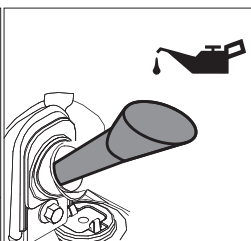

Fig. 20
6. Utilize o funil que acompanha para adicionar óleo no motor. Abasteça o equipamento com **400 ml** de óleo **10W30 sintético** [Fig. 20].